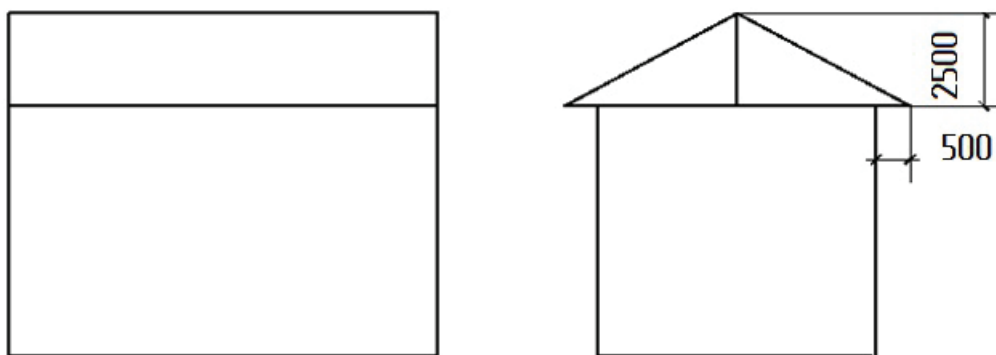

Рис. 3.2.17. Размеры крыши здания
9. Вычертим крышу здания по размерам, указанным на рис. 3.2.17: